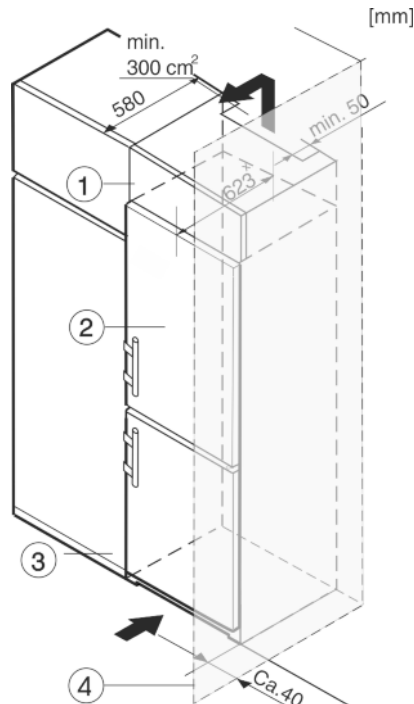

Fig. 12
- (1) Дополнительный шкафчик
- (2) Устройство
- (3) Кухонный шкаф
- (4) Стена
Устройство может быть окружено предметами кухонной обстановки. Чтобы уравнивать устройство *Fig. 12 (2)* по высоте с кухонной стенкой, можно установить над устройством соответствующий дополнительный шкафчик *Fig. 12 (1)*.
В комбинации с кухонными шкафами устройство можно устанавливать непосредственно рядом с кухонным шкафом *Fig. 12 (3)*. Чтобы можно было полностью открыть двери, устройство должно выступать, как минимум, на 65 мм* относительно передней стенки кухонного шкафа. В зависимости от глубины кухонных шкафов и использования пристенных распорок устройство может выступать и больше.
Если устройство установлено на шарнирах у стены *Fig. 12 (4)*, то расстояние между устройством и стеной должно быть не менее 40 мм. Настолько выступает ручка при открытой дверце.